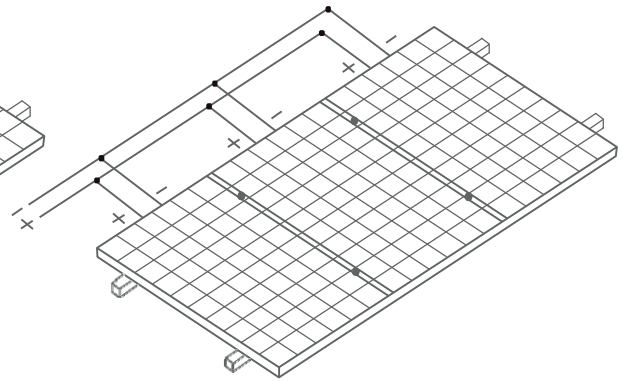

Figura 5. Conexión en paralelo
- Cuando se conecta en paralelo, la salida de corriente es igual a la suma de la corriente de cada cadena (como se muestra en la Figura 5). Se necesita un fusible para cada cadena de módulo. Consulte la normativa local. Configuraciones máximas recomendadas de módulos paralelos: Fusible nominal/(1.25*corriente de cortocircuito).